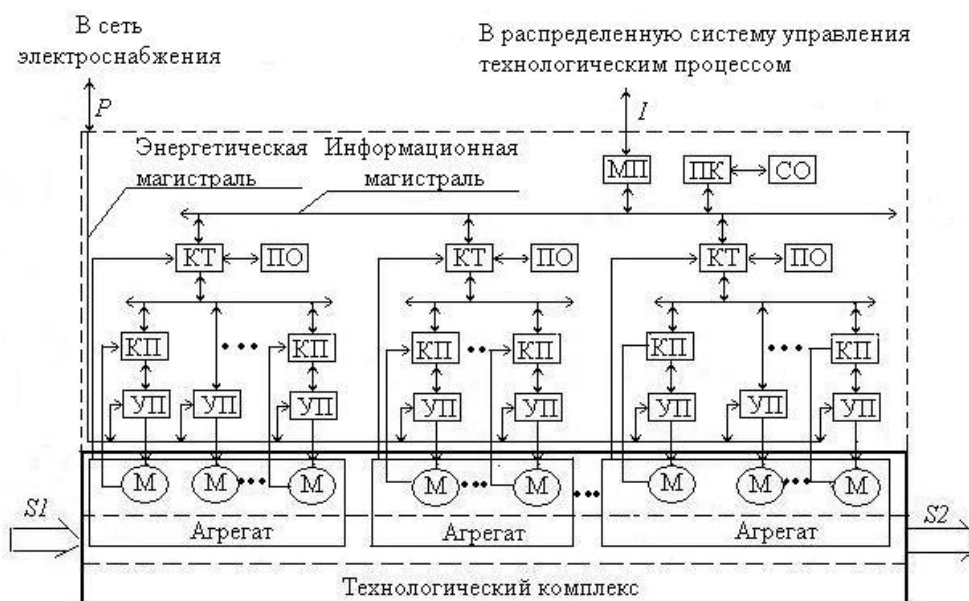

Рис. 3
**Вопрос 3.** Какое устройство обеспечивает координацию совместной работы всех агрегатов, входящих в состав АТК (рис. 3)?